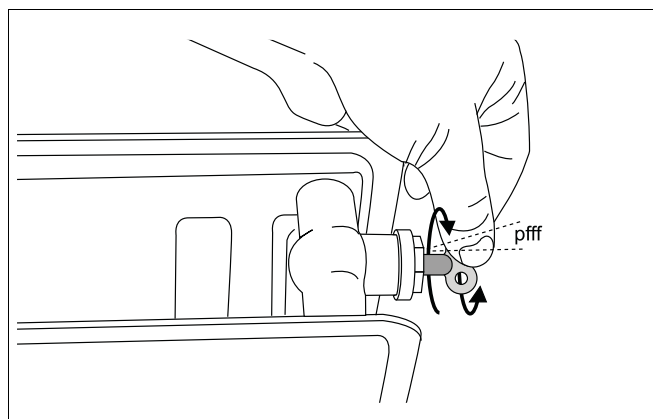

Fig. 61 Ontluchten verwarmingslichamen
- Ontlucht alle verwarmingslichamen in de cv-installatie. Begin hierbij op de laagste verdieping in het pand, en ga steeds één verdieping hoger (→ fig. 61).